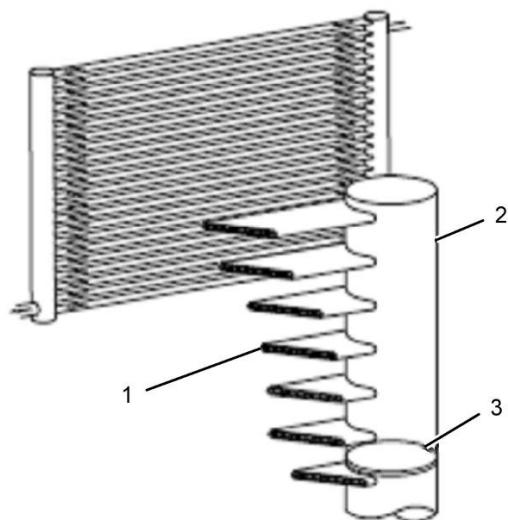

Рисунок 1
- (1) Многоканальная экструдированная труба
(2) Коллектор
(3) Дефлектор коллектора
8. Замените змеевики конденсатора с параллельными или несколькими потоками. В качестве примера см. рис. 1 . Змеевики конденсатора с параллельными или несколькими потоками обладают узкими протоками. Тщательное вымывание грязи из этих протоков представляет сложность. Невыполнение требования по замене подобных змеевиков может привести к снижению охлаждающей способности воздушного кондиционера и к преждевременному выходу из строя компрессора.